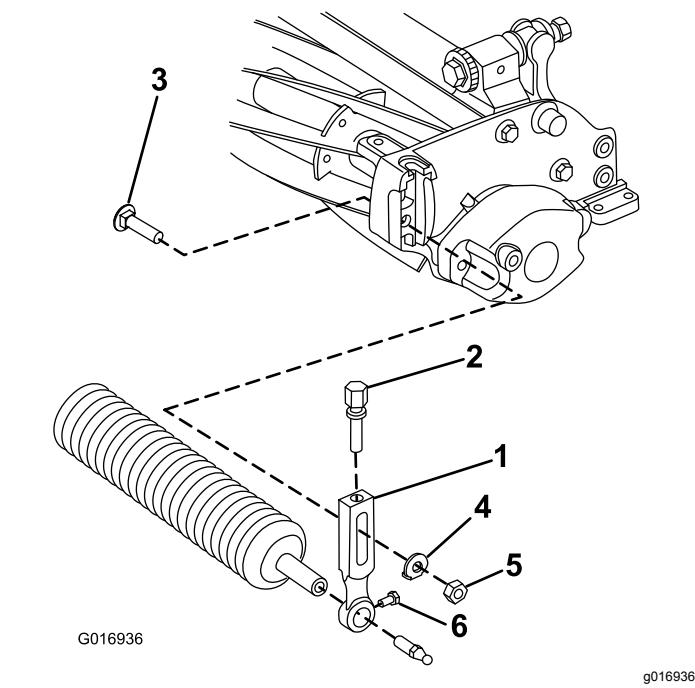

图3
- 卸下将其中一个剪草高度臂固定至滚刀组侧板的防松螺栓、垫圈及凸缘螺母图3。